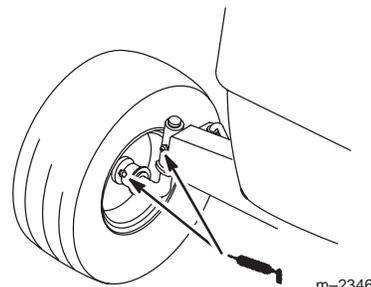

Bild 20
1. Fetten Sie die Vorderräder und Lenkspindeln, bis das Fett beginnt, aus den Lagern auszutreten (Bild 20).